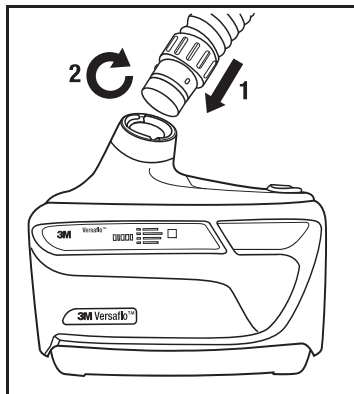

Fig. 11 Installation du tuyau de respiration
1. Insérer l'extrémité du tuyau de respiration muni du dispositif de verrouillage à baïonnette (deux petites broches) dans les deux fentes parallèles de la sortie d'air du souffleur à moteur (Fig. 11).